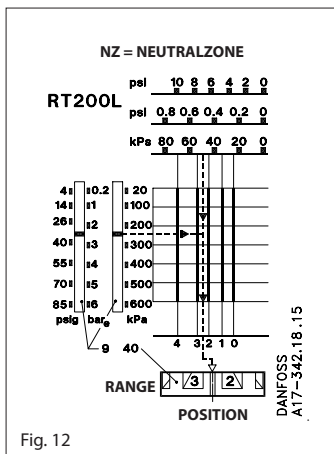

Fig. 12
Neutralzone 35-32 = 3 m vs svarende til 0,3 bar indstilles med neutralzonerullen (40) fig. 8 side 9. Ifølge diagrammet fig. 12 indstilles rullen på godt 1. En nøjagtigere indstilling kan opnås ved at anvende prøvestanden vist i fig. 14.